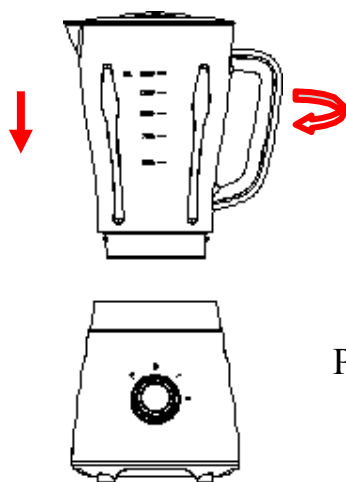

Рис. 5
3) Установите чашу на моторный блок, совместив индикаторы на дне чаши и верхней части моторного блока (см. Рис. 5)